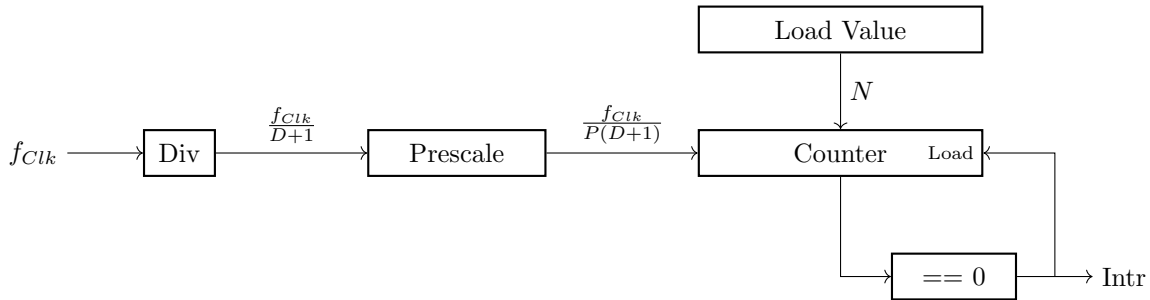

Figura 7.5: Diagrama de bloques típico de un *timer*.
La Figura 7.5 representa un diagrama de bloques genérico de un timer común. Consiste principalmente en un contador descendente y un registro de carga, que se cargan inicialmente con un valor N . El contador decreenta este valor en uno cada vez que llega un nuevo pulso por su señal de reloj, y cuando la cuenta llega a 0 se recarga el contador con el valor almacenado en el registro de carga (N otra vez si no se ha modificado desde que se inicializó el contador) y se activa una señal de interrupción.
El tiempo que pasa entre dos interrupciones consecutivas del timer depende del valor con el que se inicia (N) y de la señal de reloj con la que se excita, que suele construirse dividiendo una o más veces la señal de reloj del bus al que se conecta el timer. En la Figura 7.5 se utilizan dos módulos que dividen la señal de reloj conectados en serie: un módulo de división, que divide la frecuencia de su señal de entrada entre $D + 1$, y un módulo de pre-escalado que divide la frecuencia de su señal de entrada entre P . Por tanto, el tiempo entre interrupciones resulta: